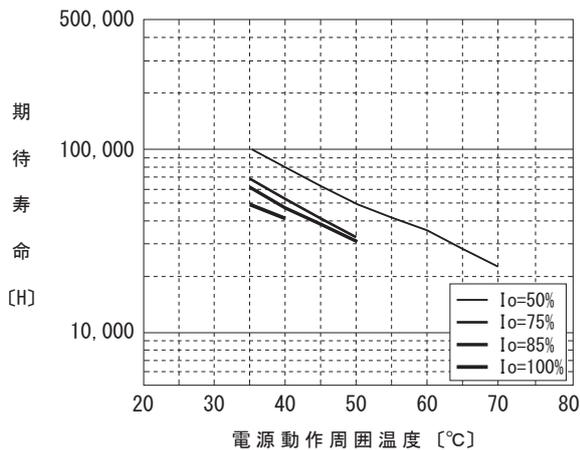

図 3.3 ファン期待寿命
■使用条件によってファンの期待寿命 (R(t)=90%) は図 3.3 のようになります。